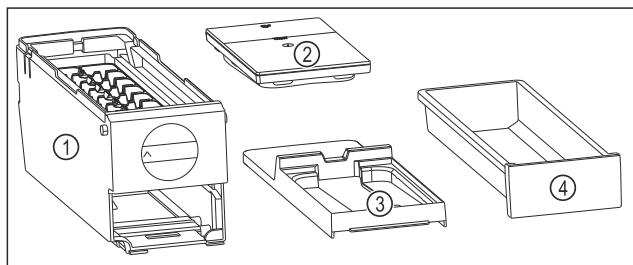

Fig. 119 Součásti EasyTwist-Ice
- ▷ EasyTwist-Ice je rozebrán na čtyři části. (viz Fig. 119)
- ▶ EasyTwist-Ice rozebírejte pouze na zobrazené součásti. (viz Fig. 119)
- ▶ Korpus EasyTwist-Ice Fig. 119 (1) vyčistěte jako celek.